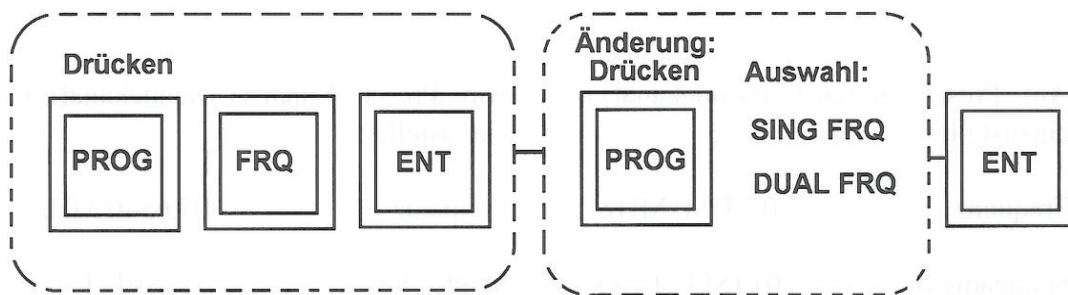

Bild 44
2) Einstellen der Betriebsart „DUAL FREQUENCY“ (Bild 44):
3) Ausschalten der Betriebsart „DUAL FREQUENCY“ (Bild 44):